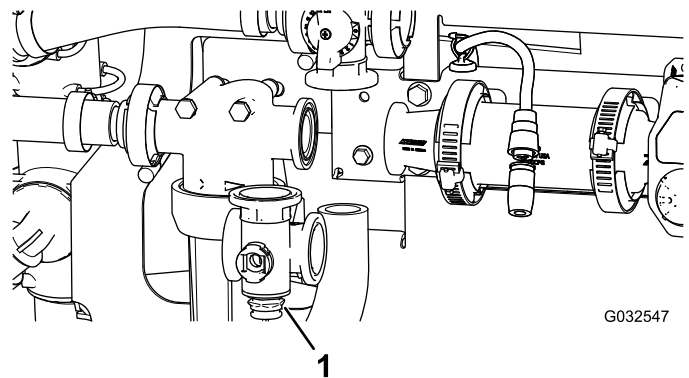

図 107
2. 機体から攪拌バルブマニホールドを取り外す 図 107。